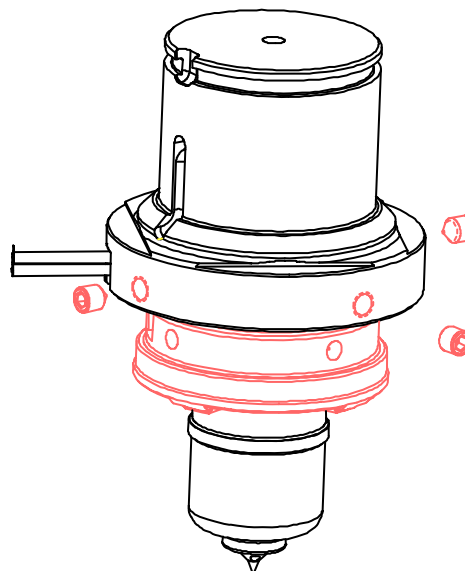

Fig. 66 – Séparation de la tête du corps
4. Pour extraire la tête du corps de busette, dévisser complètement les 4 ergots filetés M4 situés sur la tête de la busette (Fig.66). Maintenant il est possible de séparer la tête du corps de busette